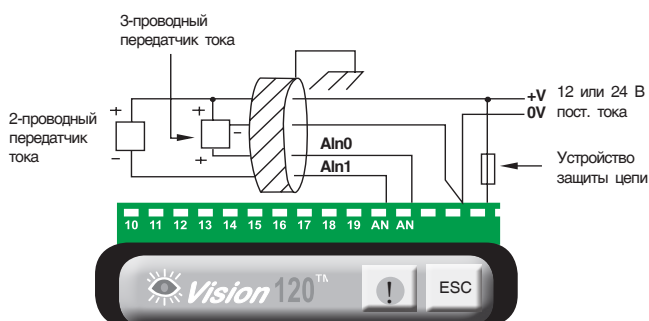

Рис. 3 Аналоговые входы
- 2 аналоговых входа – не имеют гальванической развязки (рис. 3).